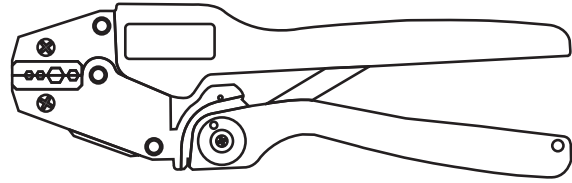

Bild 5 Crimpzange 6-kant für Mantelcrimpung
- Vercrimpen des POF-Kabelmantels mit dem Steckverbinderanker mittels 6-kant-Crimpzange (910CZ00100008) in der entsprechenden Schlüsselweite (SW 2.5) (s. Bild 5), bis die Crimpzange hörbar entriegelt.